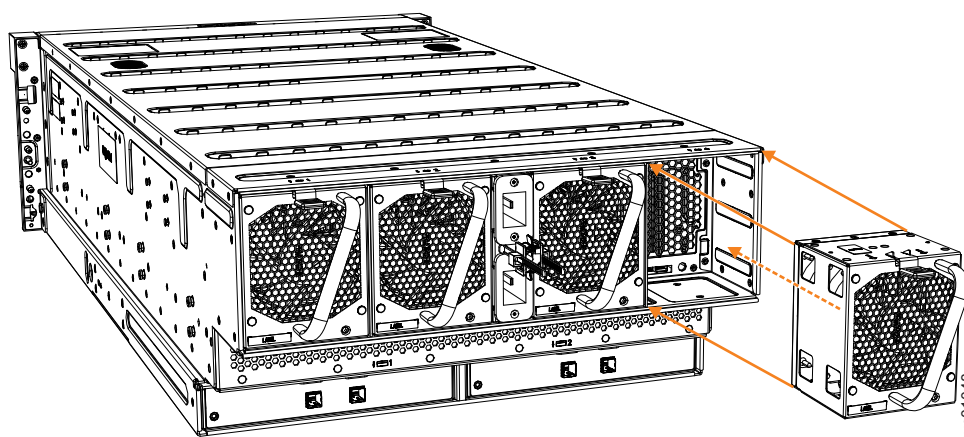

图 100. 卸下风扇模块
3. 使用手柄从扩展机柜机箱中拉出风扇模块，如图 100 中所示。